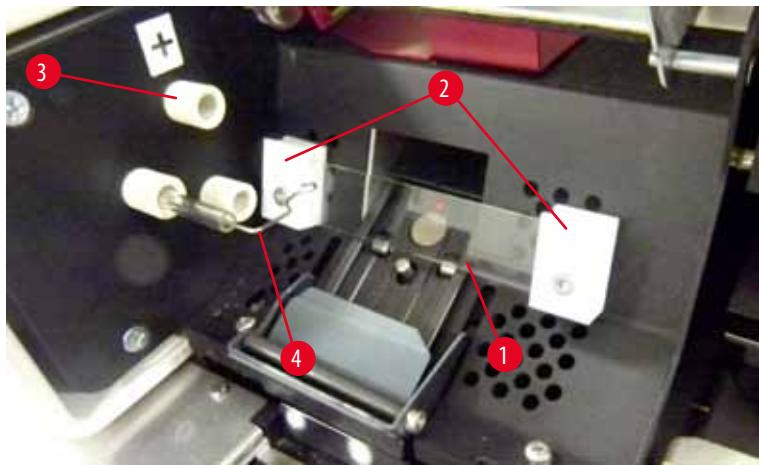

Рис. 17
5. Обязательно снимите контактную пружину (→ "Рис. 16-2")/(→ "Рис. 17-4") с запальной нити (→ "Рис. 18-1") лампы-вспышки (См. также (→ "Рис. 17")).